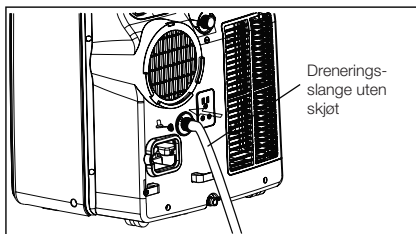

Fig. 26
2. I varmemodus, vil du ha behov for å kople en dreneringsslange til enhetens bakside, slik som vist i Fig. 26.